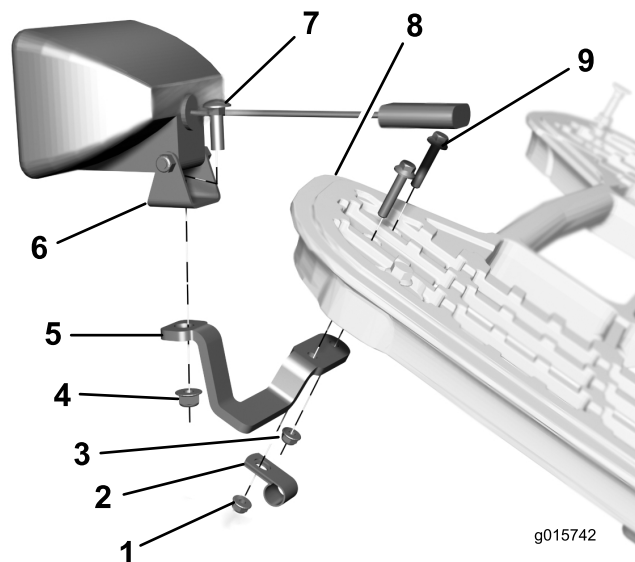

Figura 5
1. Monte el soporte derecho en el lado derecho delantero del bastidor de la máquina, según se muestra en Figura 5. Pase el arnés de cables a través de la abrazadera en R, luego sujete el soporte a la parte inferior del bastidor usando dos pernos con arandela prensada (1/4 pulg.), una abrazadera en R y dos tuercas con arandela prensada (1/4 pulg.).
2. Instale una lámpara en el soporte derecho según se muestra en Figura 5. Sujete la lámpara al soporte con un perno de cuello cuadrado y una tuerca con arandela prensada (5/16 pulg.).